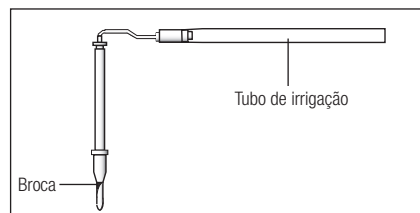

Fig.11
- 3) Introduza o bocal de irrigação interna na broca a partir da parte posterior. (Fig. 11)